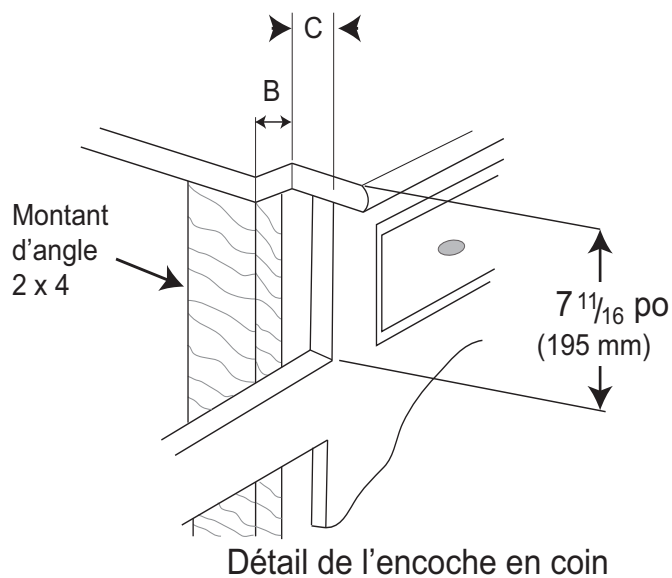

Figure 5 : Éclatée A : Vue éclatée A (Face frontale de l'armoire)
5. Les arrivées d'électricité et de gaz doivent se trouver dans une zone accessible sans avoir à enlever la table de cuisson. Le cordon d'alimentation électrique et le raccord du tuyau de gaz de l'appareil sont placés dans la partie arrière gauche sous la table de cuisson, tel qu'indiqué aux *Figure 5* et *Figure 6*.